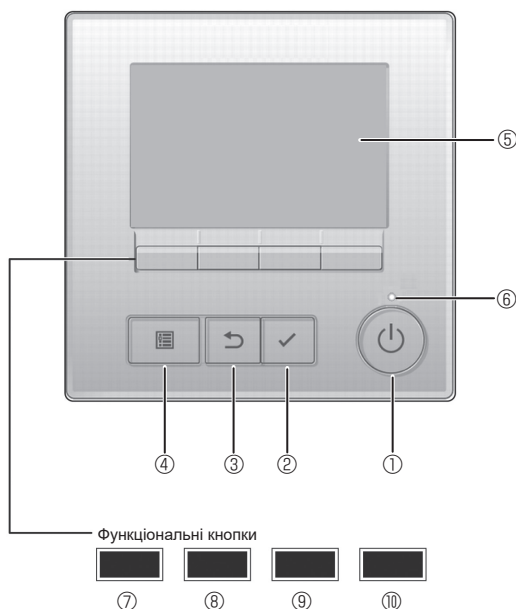

Fig. 7-1
7.2.1. Використання провідного пульта дистанційного керування (Fig. 7-1)
① Кнопка [УВІМК./ВИМК.]